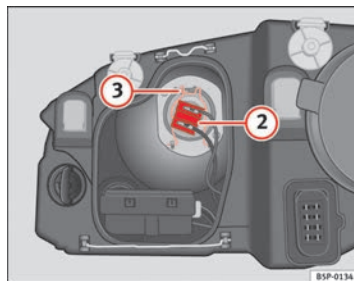

Fig. 180 Luz de cruce
- Extraiga el conector ⇒ página 273, fig. 180 ② de la lámpara.
- Desenganche el resorte retentor ⇒ página 273, fig. 180 ③ presionándolo hacia dentro y a la derecha.